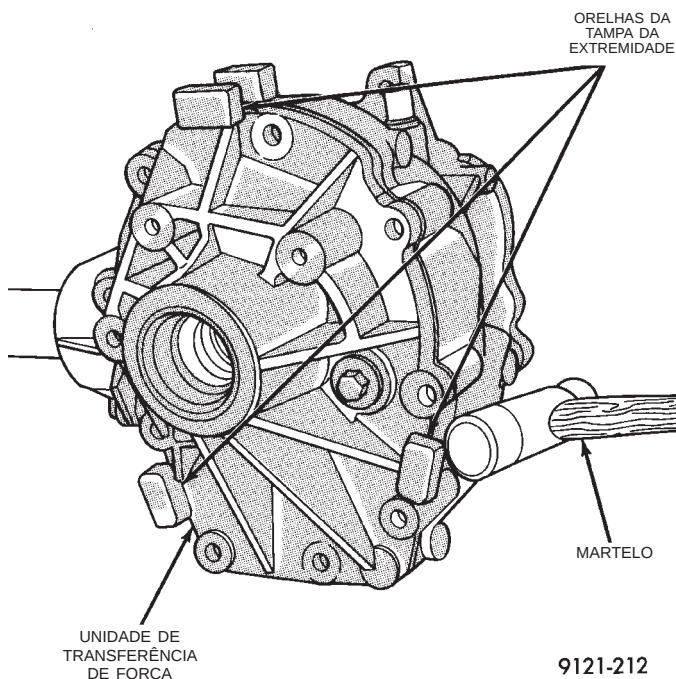

Fig. 13 Remoção da Tampa da Extremidade
(2) Bata levemente nas orelhas da tampa da extremidade com um martelo para separar a tampa da extremidade da caixa (Fig. 13).